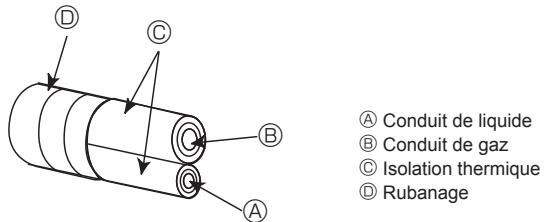
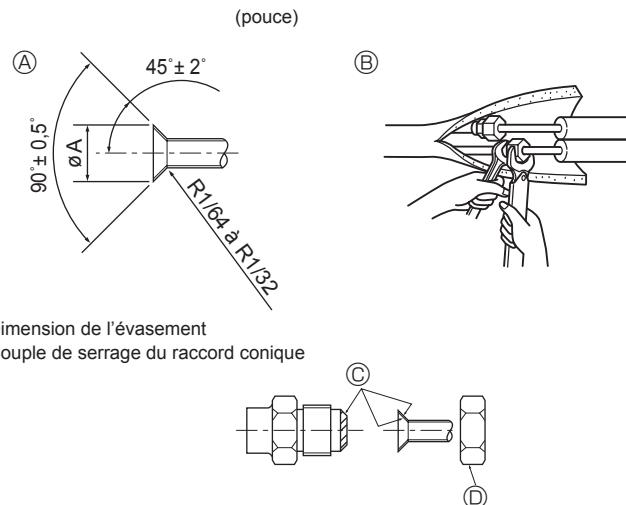

Fig. 4-4
Fig. 4-5
4.3. Connexion des tuyaux (Fig. 4-4, Fig. 4-5)
- [Fig. 4-5]
(Fig. 4-5)